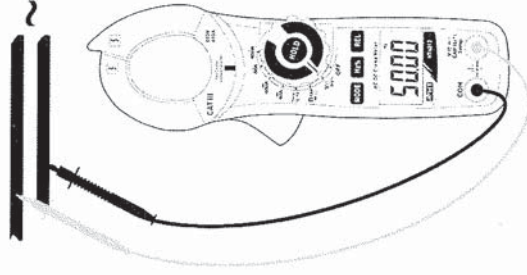

Abb. 4: Verwendung der Zange für Frequenz- und Duty Cycle-Messungen
3. Verbinden Sie die rote Messleitung mit der **VZ**-Eingangsbuchse und die schwarze Messleitung mit der **COM**-Eingangsbuchse (siehe Abb. 4) für die Frequenzmessung mit Messleitungen. Der Wert der Frequenz (Hz) oder des Duty Cycle (%) erscheint auf dem Display.